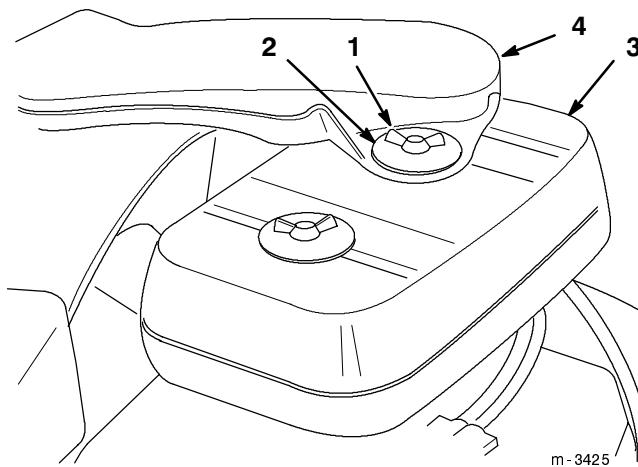

Figure 24
3. Nettoyer les abords du filtre à air pour éviter d'introduire dans le moteur des impuretés qui pourraient l'endommager (Fig. 24).
4. Déposer les vis papillon, les rondelles, la conduite de prise d'air et le capot du filtre à air (Fig. 24).